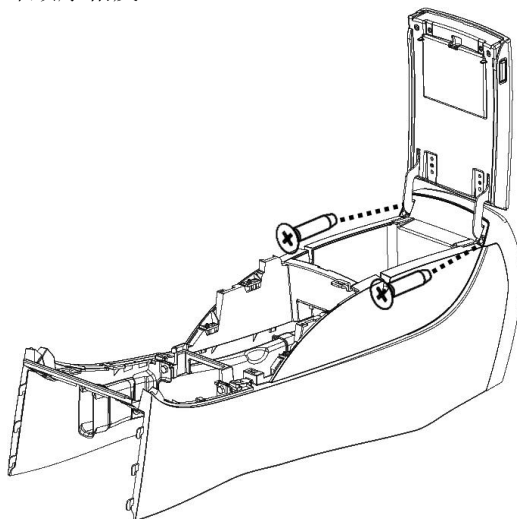

图 2.6.1 副仪表板后护板总成结构示意图 (一)
(1)如图 2.6.1 所示,用十字螺丝刀卸下两个安装螺钉(Q2733595AF3)。